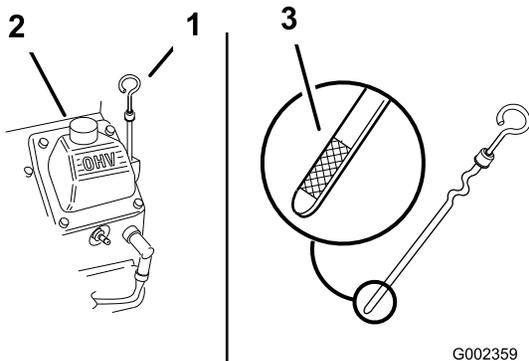

Bild 47
4. Reinigen Sie den Bereich um den Ölpeilstab (Bild 47), damit kein Schmutz in den Einfüllstutzen gelangen und den Motor beschädigen kann.
5. Schrauben Sie den Ölpeilstab los und wischen das Ende ab (Bild 47).
6. Schieben Sie den Ölpeilstab vollständig in den Einfüllstutzen (Bild 47).
7. Gießen Sie ca. 80 % der angegebenen Ölmenge langsam in den Einfüllstutzen (Bild 47).